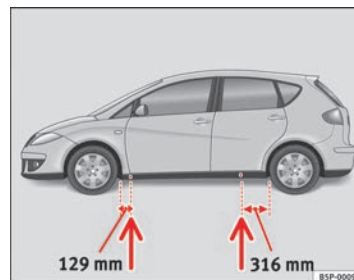

Fig. 178 Puntos de apoyo del gato
- Busque en el larguero inferior del vehículo el punto de apoyo mas cercano a la rueda pinchada ⇒ **página 268, fig. 178.**
En el larguero inferior van marcados los lugares en los que se puede apoyar el gato ⇒ **página 268, fig. 178.** Se ha previsto un lugar para cada rueda. El gato no debe colocarse en otros lugares.